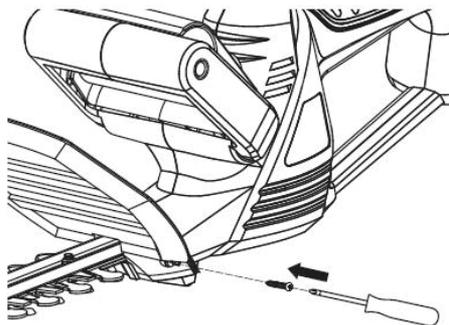

Fig. C3
3. Fixer avec les mêmes vis (voir Fig. C3).